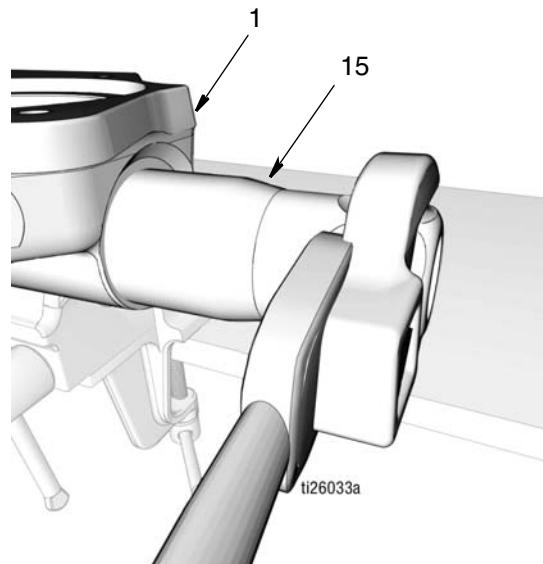

图 44
- 将出口止回阀 (15) 拧入泵底座 (1) (图 44)。拧紧。用 50-55 磅英尺 (67.8-74.5 N·m) 的扭力拧紧。